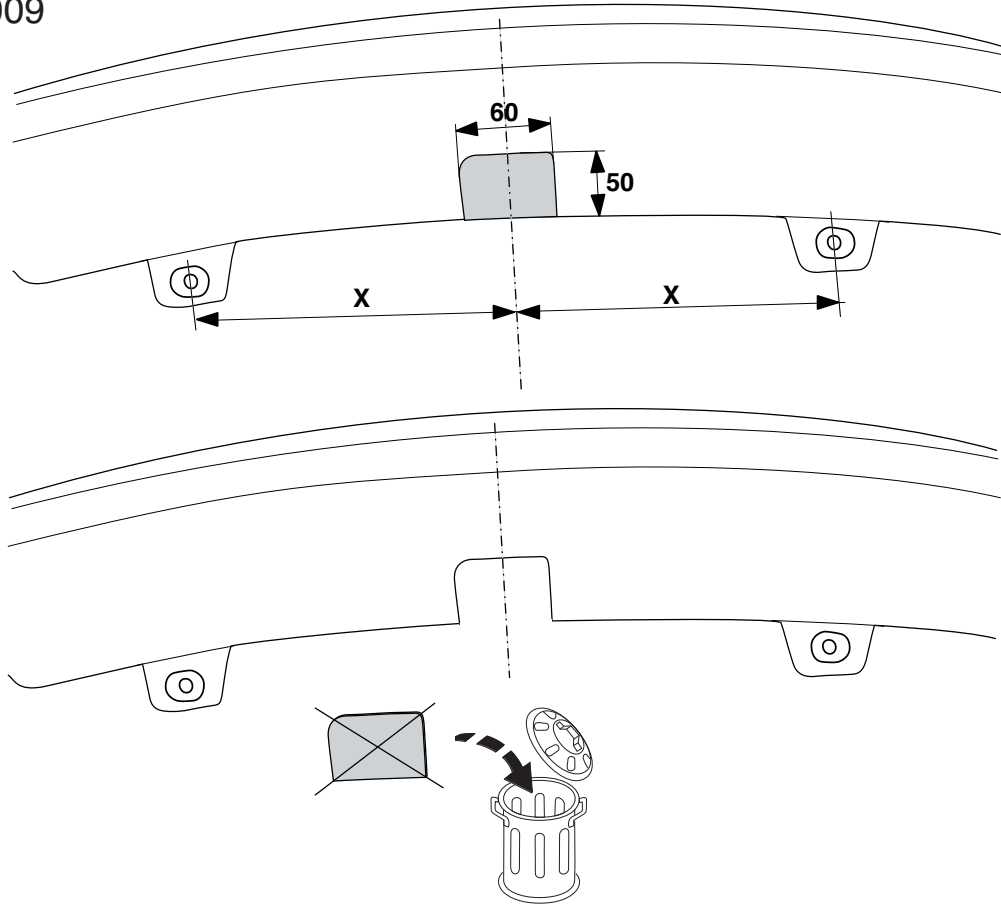

Fig.2
7. Выпилить обозначенную часть, как указано на рис. 2 / 2а.